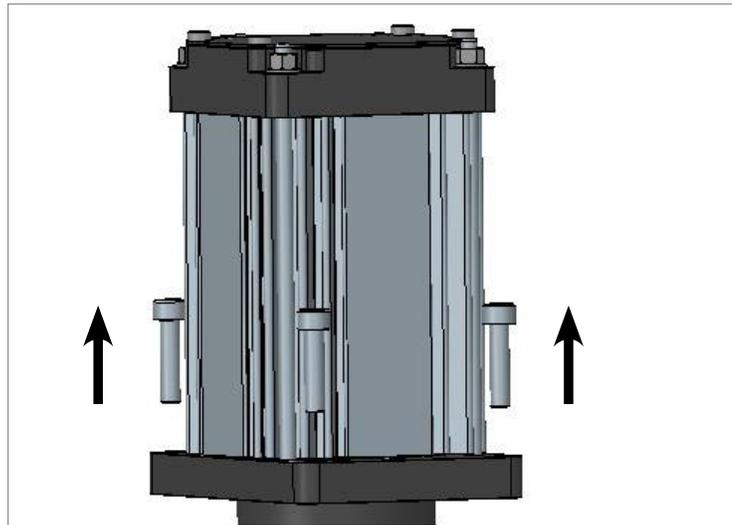

Figura 12-9 Extracción de los cuatro tornillos de montaje
3. Retire los cuatro tornillos de montaje SHCSM6X25. Consulte la Figura 12-9.